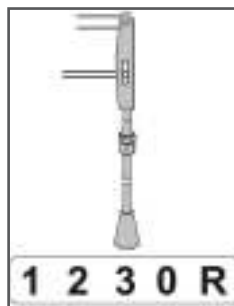

Рис. 31. Положения рычага переключения передач
Положения рычага переключения передач показаны на Рис. 31.
- при переключении из нейтрального положения «0» - снова установите рычаг в нейтральное положение, быстро нажмите и отпустите рычаг включения хода, подождите 2-3 секунды и снова переместите рычаг переключения передач в требуемое положение (Рис. 31);
- при переключении не из нейтрального положения «0» — не трогая рычаг включения хода и слегка нажимая на рычаг переключения передач в сторону требуемой передачи, немного переместите мотоблок вперёд или назад, или поднимите рабочие рукоятки вверх и переместите рычаг переключения передач в требуемое положение (Рис. 31).
4. Не нажимая рычаг включения хода, переведите рычаг переключения передач в положение «1» (1-я передача) (Рис. 31).